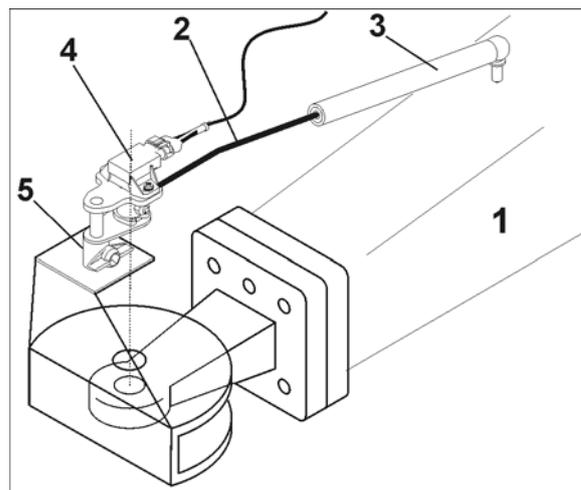

Рис. 45
Система ведения AutoTrail предназначена для автоматического управления движением агрегата при ведении его по одной колее с трактором и основана на определении углового положения дышла (Рис. 45/1) относительно направления движения трактора.
1. Вставьте штангу (Рис. 45/2) в пластмассовую втулку (Рис. 45/3).
2. Вставьте датчик угла поворота (Рис. 45/4) в крепление (Рис. 45/5).